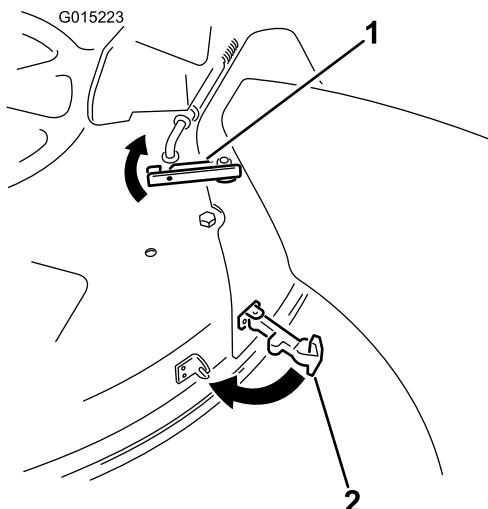

Figura 23
6. En la parte superior del conducto, enganche el cierre superior alrededor de la varilla de giro del deflector, según se muestra en Figura 23.
7. Sujete el conducto a la carcasa. Enganche el cierre flexible del conducto en el soporte de retención soldado a la carcasa del cortacésped, detrás del orificio (Figura 23).